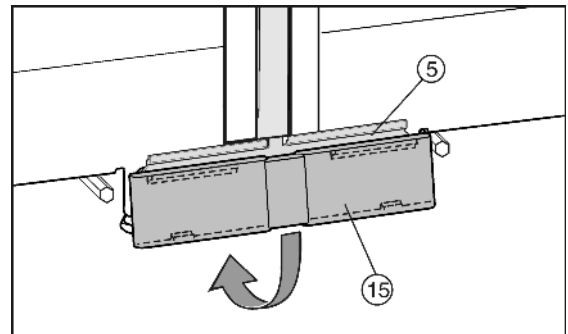

Fig. 11
- ▶ Coloque la cubierta Fig. 11 (15) inferior desde arriba sobre la chapa de unión Fig. 11 (5) y encájela en la parte inferior.